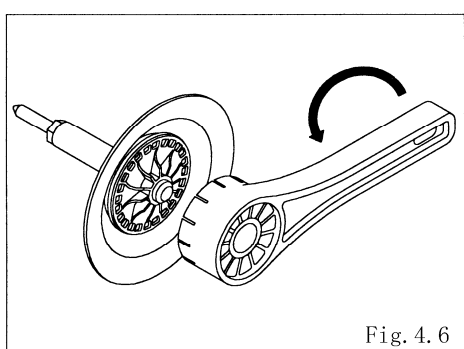

Fig. 4.6
- 使用扳手（21mm）拆下中盘，从中央连杆上取下隔膜、中盘和O-形环（AD-10PC、PT）。（AD-10P□）〈Fig.4.6〉
- 使用附属工具（专用工具：零部件代码 771244）拆下中盘，从中央连杆上取下隔膜、中盘和O-形环（□T）。（AD-25P□、VT）〈Fig.4.6〉
- 使用PP扳手（专用工具：零部件代码 771868）拆下中盘，从中央连杆上取下隔膜、中盘和O-形环（□T）。（AD-40P□、AD-50P□）〈Fig.4.6〉